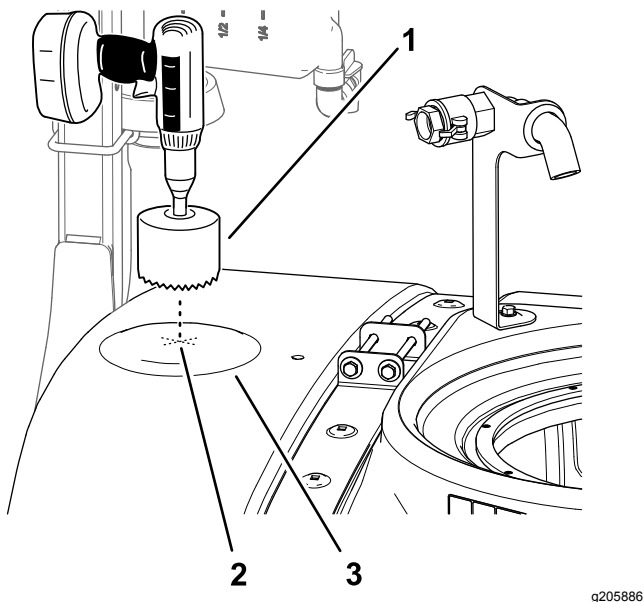

Figure 26
2. Localisez l'emplacement avant sur le haut de la cuve, comme montré à la Figure 26.
3. Utilisez une scie cylindrique de 9 cm pour percer un trou à l'emplacement indiqué par le repère (Figure 26).